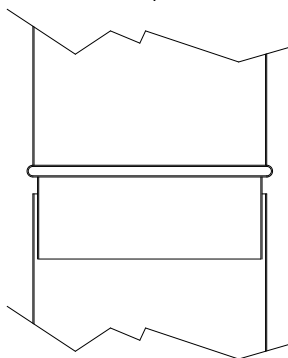
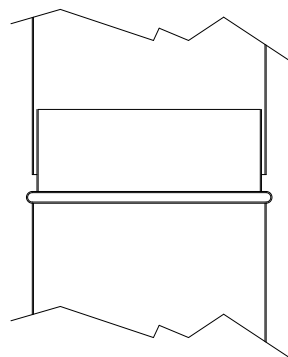

Figura 1.
Figura 2.
- Quando a conduta está no interior da habitação ou em chaminé de construção é conveniente que a aplicação seja na direção indicada pela figura 1 para evitar que os líquidos produzidos pela condensação dos gases fluam para fora nas juntas dos tubos. Se a conduta permanece no exterior do edifício deve ser montada na direção indicada pela figura 2, para evitar que a água da chuva que escorre pelo lado de fora possa entrar para dentro da conduta nas juntas.